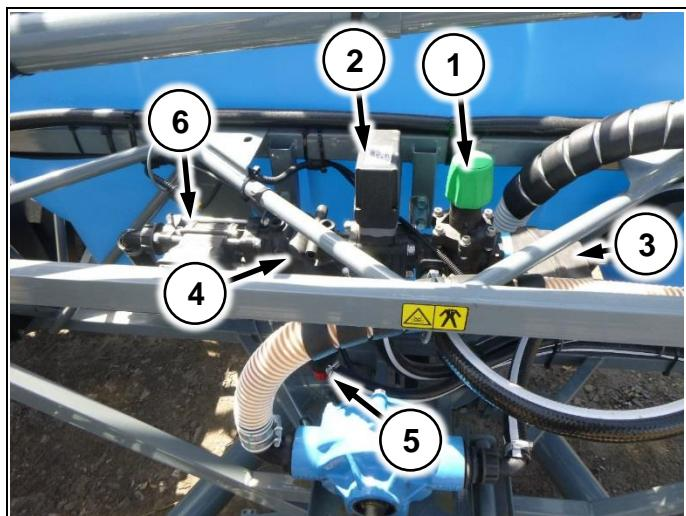
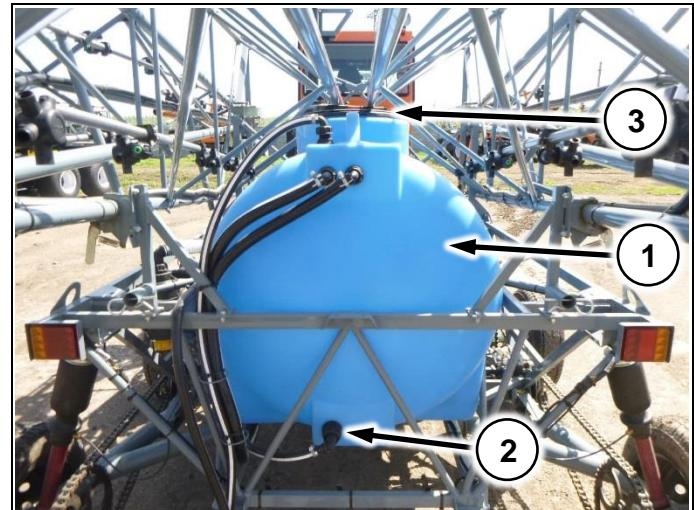

Рис. 28
Рис. 30
(Рис. 28/1) – предохранительный клапан (байпас)
(Рис. 28/2) – регулирующий клапан
(Рис. 28/3) – главный клапан
(Рис. 28/4) – фильтр тонкой очистки
(Рис. 28/5) – кран для самоочистки фильтра тонкой очистки (подключен к гидромешалке)
(Рис. 28/6) – расходомер
<p>При работе большими расходами закройте кран на фильтре тонкой очистки (Рис. 28/5).</p> <p>Если нет - оставьте приоткрытым для самоочистки фильтра</p>
<p>Предохранительный клапан (Рис. 28/1) настраивается на заводе на давление 6-7 атм. и не нуждается в регулировке.</p> <p>Не регулируйте без прямых указаний сотрудников сервисной службы завода - изготовителя.</p>
В бак (Рис. 30/1) поступает вода и препараты при заправке опрыскивателя
Гидравлическая мешалка (Рис. 30/2) предназначена для обеспечения равномерной концентрации рабочей жидкости в баке. Включение/выключение мешалки осуществляется краном на фильтре тонкой очистки (Рис. 28/5)
Сетка (Рис. 32) предотвращает попадание инородных предметов в бак при заправке через заливную горловину (Рис. 30/3)
Предотвращает засорение форсунок от мелких частиц мусора. Расположен на гидравлическом распределителе хим. системы (Рис. 28/4)
2. Установите бак (Рис. 30/1) в специальную нишу на раме